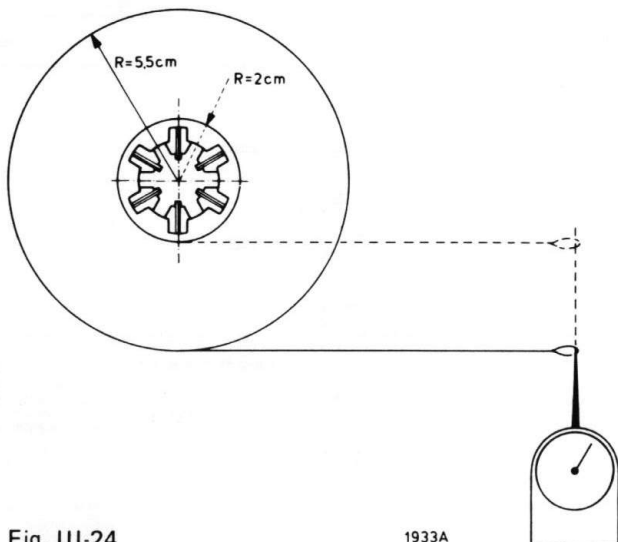

Fig. III-24
- Onder radius wordt verstaan de afstand tussen het middelpunt van een haspel en het punt waarop de kracht gemeten wordt (zie fig. III-24).